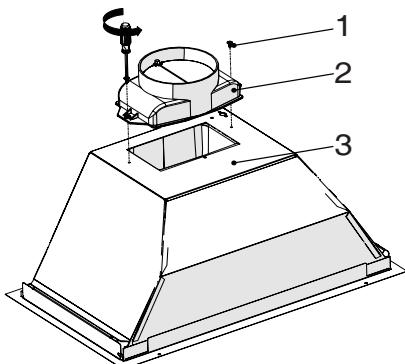

Рис. 8
- Прикрутите пластиковый воздуховод из упаковки к корпусу прибора с помощью 2 винтов 3,5 x 9,5. (Рис. 8) Следите, что он не теряется о поверхность. Рис. 8